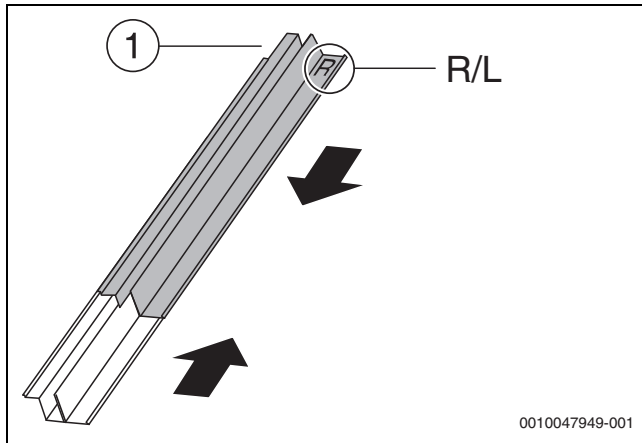

Bild 62 Seitliche Eindeckbleche ineinanderschieben (senkrecht)
- Das obere Teil ist am ausgeschnittenen Falz erkennbar (→ Bild 62, [1]).